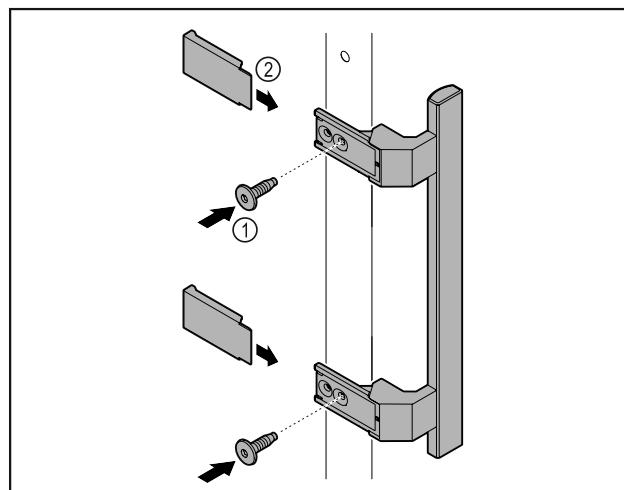

Fig. 8
- Ручку з комплекту додаткового обладнання з доданими гвинтами Fig. 8 (1) розмістити на дверях.
- Встановити кришку Fig. 8 (2).